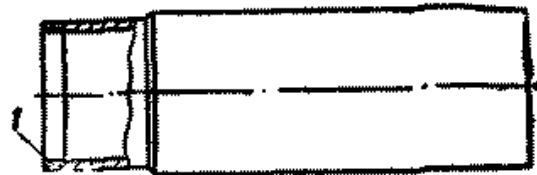

Рис. 186. Кожух амортиза-
1. Кожух амортизатора (рис. 186)